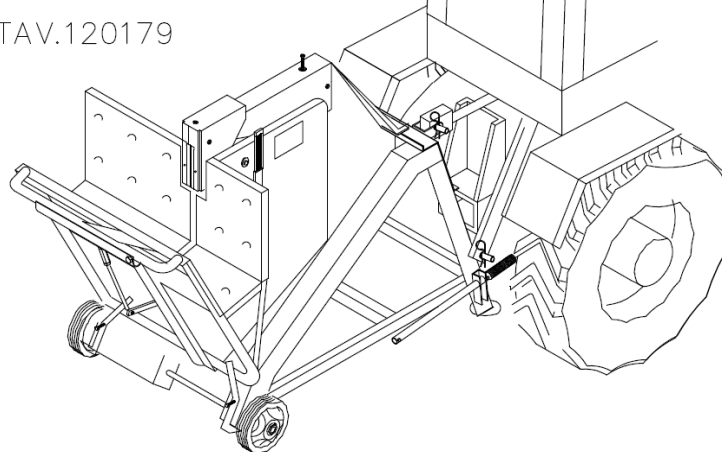

Fig.11
- Trasportare la macchina con l'ausilio di un trattore agganciato alla stessa tramite le tre punte (Fig.11).